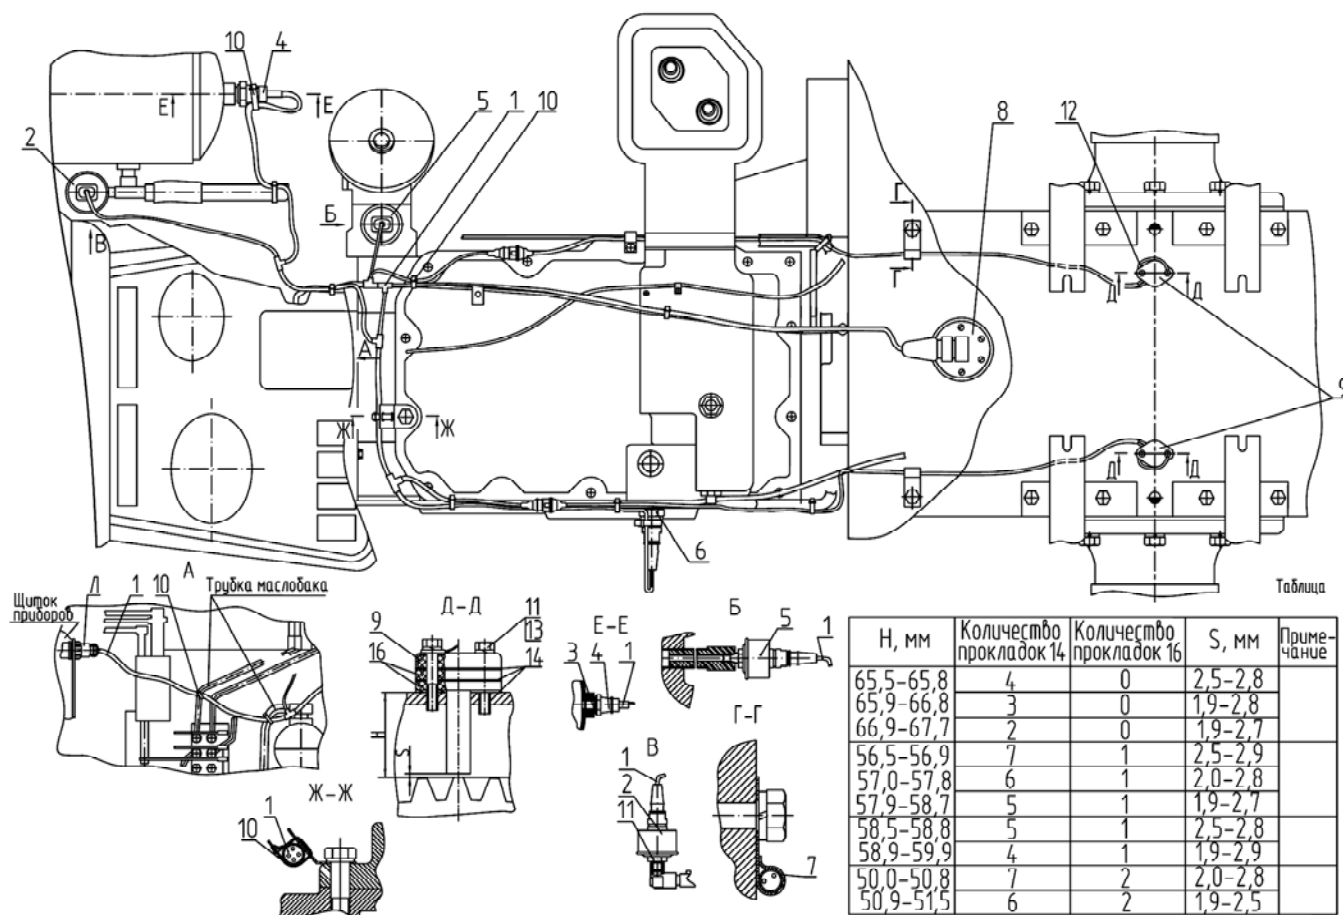
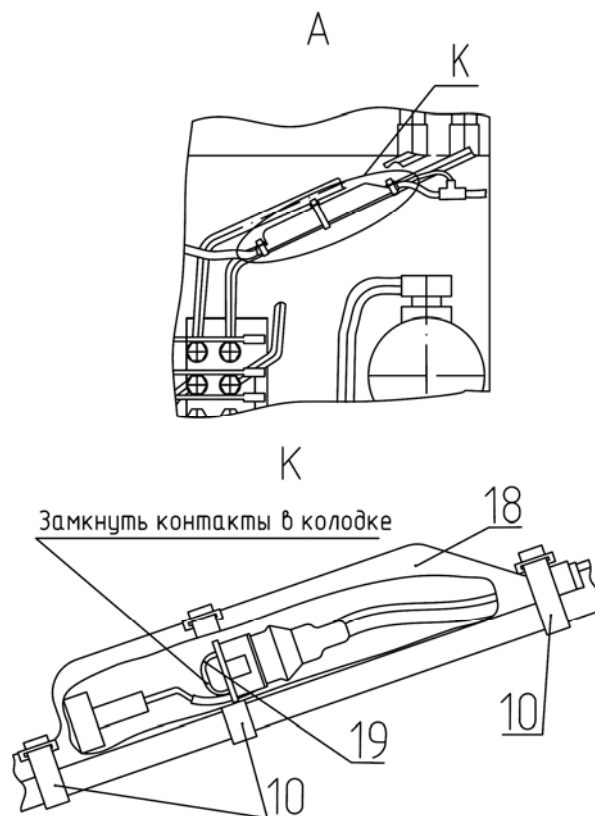

Рисунок 11.6 Электрооборудование трансмиссии тракторов «БЕЛАРУС 1221.2/1221В.2/1221.3»
Рисунок 11.7 При отсутствии пневмосистемы на тракторе.
- а) отсоедините разъем «Л» жгута 1 (рисунок 11.6) от разъема щитка приборов, расположенного на передней стенке кабины;
- б) демонтируйте жгут 1 (рисунок 11.6), для чего отсоедините его колодки от:
- 6.1) датчика уровня топлива 8 (рисунок 11.6) устанавливаемого на тракторах «БЕЛАРУС 1221.2/1221.3»;
Демонтаж датчика давления воздуха 2 (рисунок 11.6):
- а) отсоедините присоединительную колодку жгута 1 (рисунок 11.6 вид «В»);
Демонтаж датчика аварийного давления воздуха 4 (рисунок 11.6):
- а) отсоедините присоединительную колодку жгута 1 (рисунок 11.6 «Е-Е»);
При отсутствии пневмосистемы на тракторе, отводы подключения датчика давления воздуха 2 (рисунок 11.6) и датчика аварийного давления воздуха 4 на жгуте сверните узлом, поместите в трубку ПВХ 18 (рисунок 11.7) и закрепите манжетами 10, предварительно установив в двухклемную колодку переемы 19.
Демонтаж датчика давления масла 5 (рисунок 11.6) в КПП:
- а) отсоедините присоединительную колодку жгута 1 (рисунок 11.6 вид «Б»);
Демонтаж датчиков скорости 9 (рисунок 11.6):
- б) рассоедините, крепежные манжеты 10 (рисунок 11.6 «Ж-Ж») и отожмите хомуты крепления проводов датчиков;
- в) отверните болты крепления 11 (рисунок 11.6 «Д-Д») с шайбами 13;
- 1) замерьте штангенциркулем размер «Н» (рисунок 11.6 «Д-Д») от поверхности, на которой установлен датчик до торца зуба шестерни;